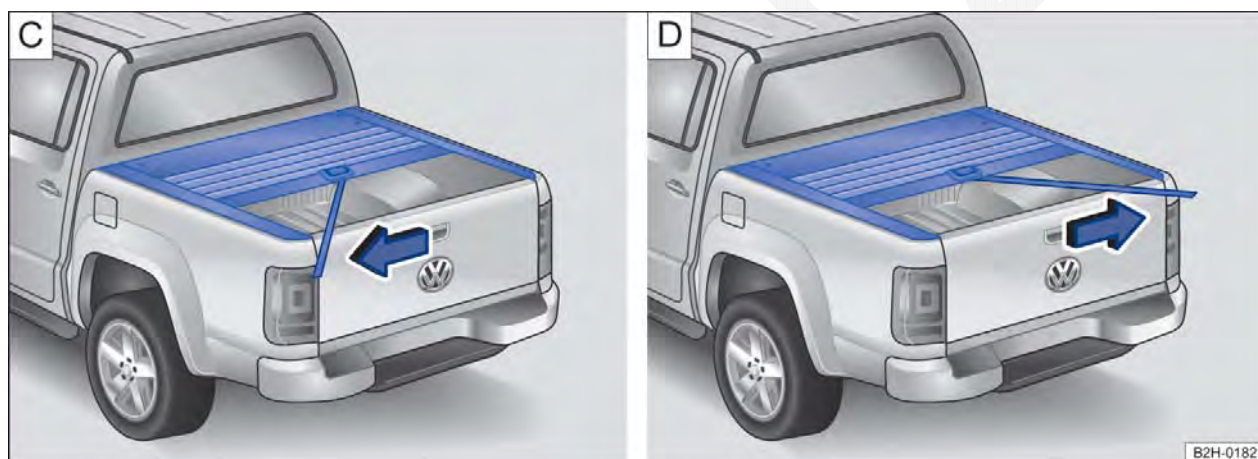

Fig. 31 Capota marítima do compartimento de carga: mecanismo de destravamento - C: ativar e D: desativar.
Se a capota marítima do compartimento de carga precisar parar na posição intermediária, a cinta de tração ⑤ B deve ser puxada brevemente para a esquerda ⇒ Fig. 31 C após a abertura.
Se a capota marítima do compartimento de carga precisar ser aberta totalmente a partir da posição intermediária, a cinta de tração deve ser puxada para a direita ⇒ Fig. 31 D.
Abrir a capota marítima do compartimento de carga na posição intermediária.	Puxar a alça ② A para cima até o batente e puxar a cinta de tração ⑤ B durante o processo de abertura no sentido da seta para a esquerda ⇒ Fig. 31 C. A cobertura engata na posição intermediária. OU: Puxar a alça ② A levemente para cima. A cobertura engata na posição intermediária.
Abrir totalmente a capota marítima do compartimento de carga a partir da posição intermediária.	Puxar a cinta de tração no sentido da seta para a direita ⇒ Fig. 31 D. A cobertura sobe automaticamente.